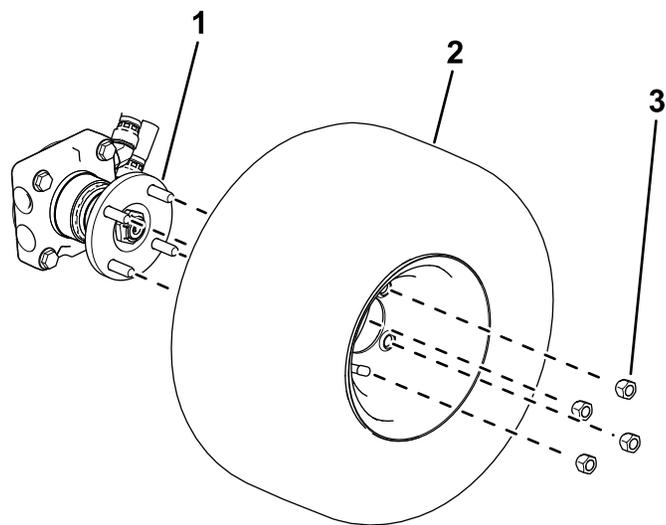

Рисунок 4
- Машины с приводом на 4 колеса:** используйте 4 зажимные гайки для крепления колеса к ступице (Рисунок 4).